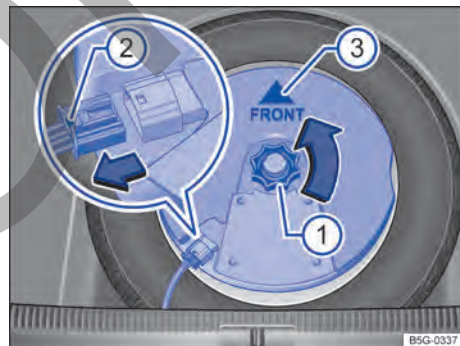

Fig. 191 En el maletero: desmontar el subwoofer (variante 1).
- Coloque el subwoofer en la base de la llanta con cuidado. La punta de la flecha "FRONT" → fig. 191 ③ que hay en el subwoofer deberá señalar hacia delante.
- Acople el conector → fig. 191 ② hasta que el bloqueo encastre de forma audible.
- Enrosque la ruedecilla → fig. 191 ① en el tornillo prisionero en el sentido contrario al de la flecha hasta que el subwoofer quede bien fijado.